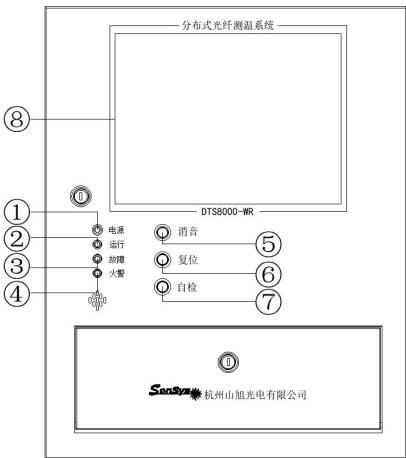
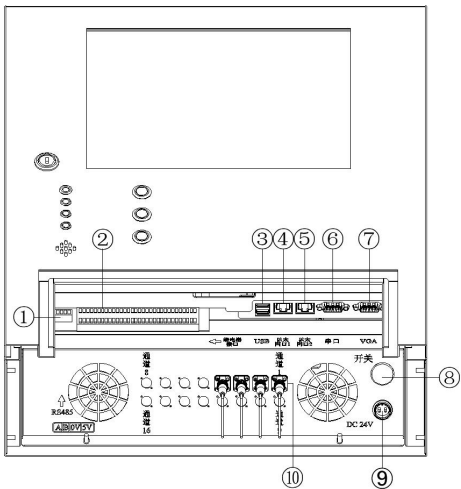

图 1-正视图
图 2-剖面斜视图
1) 外部介绍，如右图 1 所示：
- ①电源-绿色指示灯 ⑤消音按钮
- ②运行-绿色指示灯 ⑥复位按钮
- ③故障-黄色指示灯 ⑦自检按钮
- ④火警-红色指示灯 ⑧显示屏
2) 接口介绍，如右图 2 所示：
- ①RS485 接口（接口左到右顺序 A、B、0V、5V）
- ②继电器接口（上下一路）
- ③USB 接口 ⑥RS232 串口
- ④和⑤以太网接口 ⑦VGA 串口
- ⑧电源按钮 ⑨电源接口（DC24V）
- ⑩光纤接口（FC/APC）